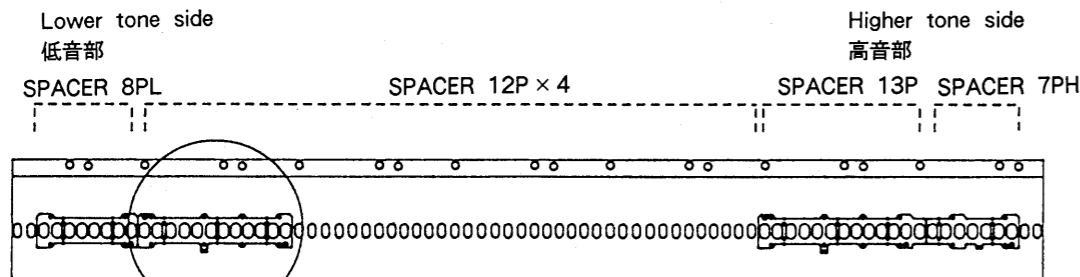
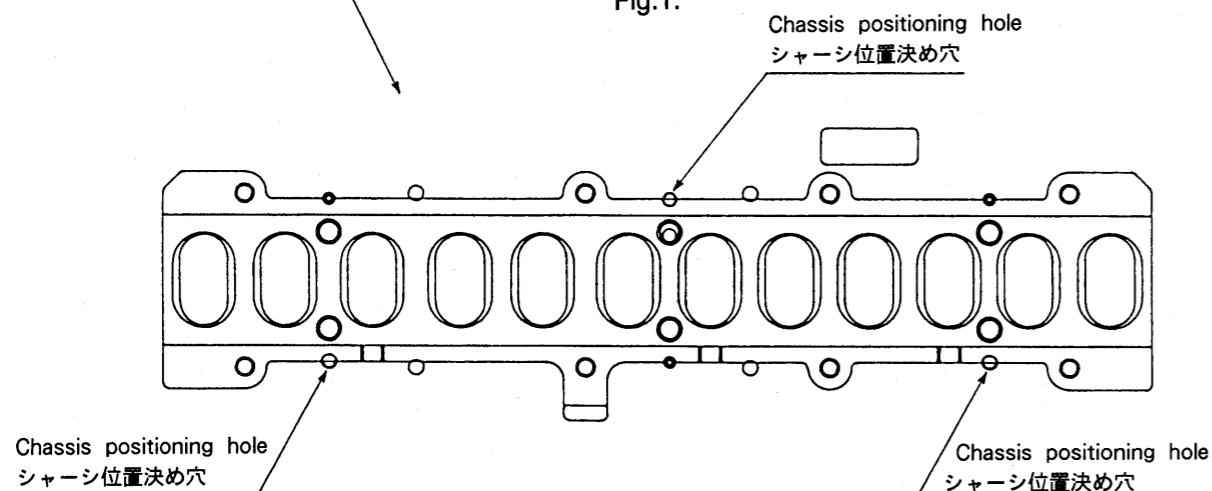

Fig.1.
Fig.2.
1) First, turn the chassis over, noting that the right-and-left-hand sides are not reversed. Then, as shown in Fig.1, put one SPACER 8PL and four SPACERS 12P in this order, starting on the left-hand side (lower tone side of the keyboard) according to the chassis positioning holes. (See Fig.2.) Similarly, put the SPACER 13P and SPACER 7PH on the right-hand side (higher tone side).
1) まず、シャーシを左右が逆にならないように裏返します。次に、Fig.1に示すように左側(鍵の低音側)より、先ずSPACER 8PLを1個、そしてSPACER 12Pを4個、シャーシの位置決め穴に合わせて順に置いていきます。(Fig.2参照のこと) 右側(高音側)には、SPACER 13P、SPACER 7PHを同様に置いていきます。